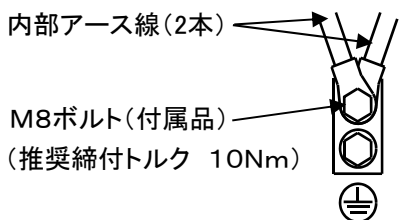

図7-2
- ① 内器をボックスにM8ナット(付属品)で確実に取り付け、内部アース線を図7-2のように接続してください。